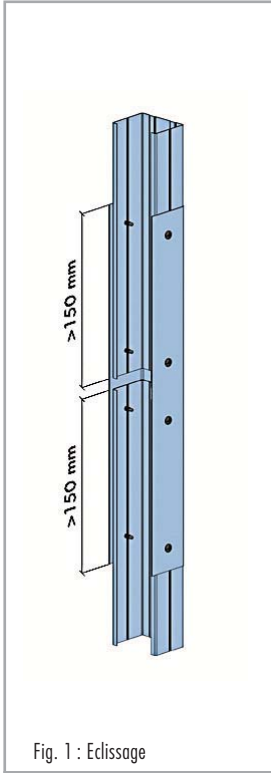

Fig. 1 : Eclissage
6. Éclissage des montants (fig. 1)
Lorsqu'un aboutage est nécessaire, chaque montant est éclissé par un morceau de rail avec un recouvrement d'au moins 15 cm et solidarisé par vissage sur les 2 ailes (voir fig. 1). Les raccords ainsi réalisés ne doivent pas être alignés d'un montant à l'autre. Lorsque les montants sont doublés, ils sont placés dos à dos et solidarisés par vissage tous les 1,00 m. L'aboutage est décalé d'au moins 40 cm entre les 2 montants. Si l'aboutage est situé en dehors du 1/4 supérieur ou du 1/4 inférieur de la cloison, il doit être complété par un éclissage. Celui-ci est réalisé par un morceau de rail de 30 cm avec recouvrement de 15 cm sur chaque montant. Le rail est vissé par 2 TRPF. Il n'est admis qu'un seul aboutage par profilé.